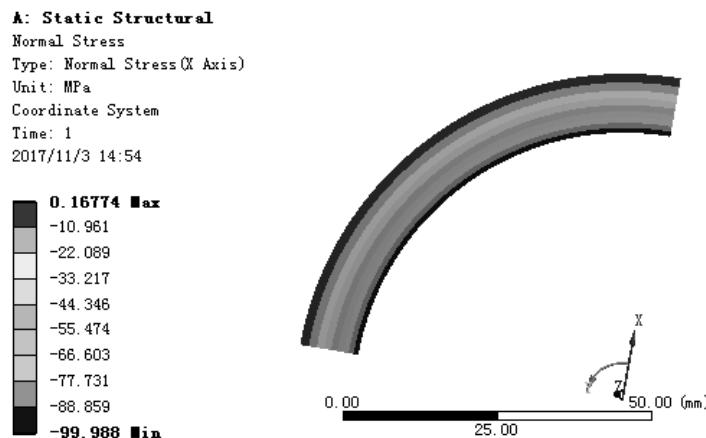

图 7.5.37 径向应力结果图解
(3) 查看径向应力结果图解。在“Outline”窗口中选中 Normal Stress，查看图 7.5.37 所示的径向应力结果，其最小径向应力为 -99.988 MPa，最大径向应力为 0.16774 MPa。